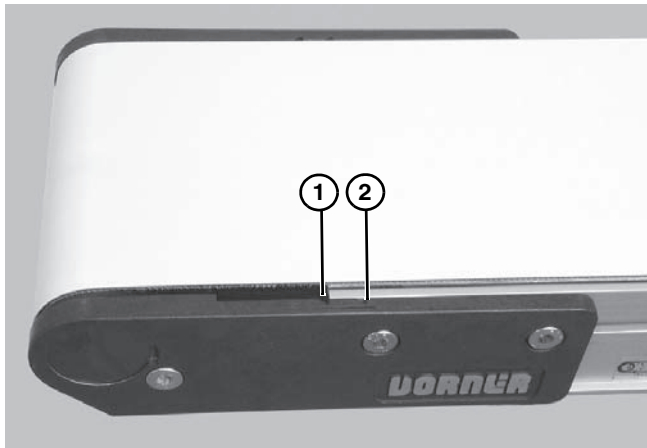

Figure 26
2. Ajuste el conjunto de la placa superior de modo que el extremo del bastidor del transportador esté alineado con las marcas de tensado de la placa superior, o entre ellas (**Figure 26, item 1 y 2**). Cambie la cinta si no es posible tensarla adecuadamente al alinear el extremo del bastidor del transportador con las marcas de tensado, o entre ellas. Consulte NOTA.